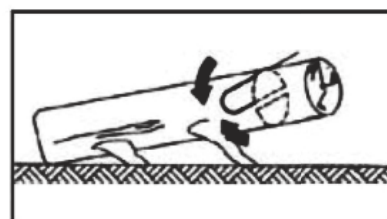

Fig.4B
2. Toras apoiadas em uma extremidade: Primeiro, corte da parte inferior (sub-talho) 1/3 do diâmetro da tora para evitar lascas. Em seguida, corte por cima (sobre-talho) para encontrar o primeiro corte e evitar o aperto (Fig. 4B).